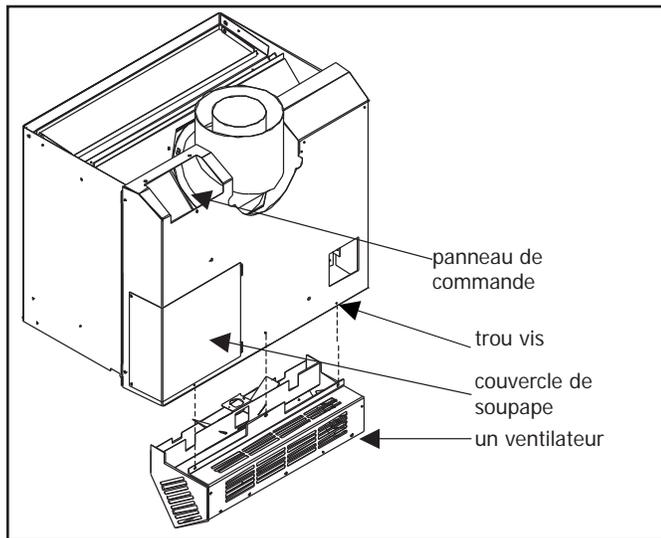

Figure 59: Installation de ventilateur optionnel
2. Placez l'assemblage du ventilateur derrière l'unité et fixez-le avec les trois vis fournies (comme illustré à la Figure 59).